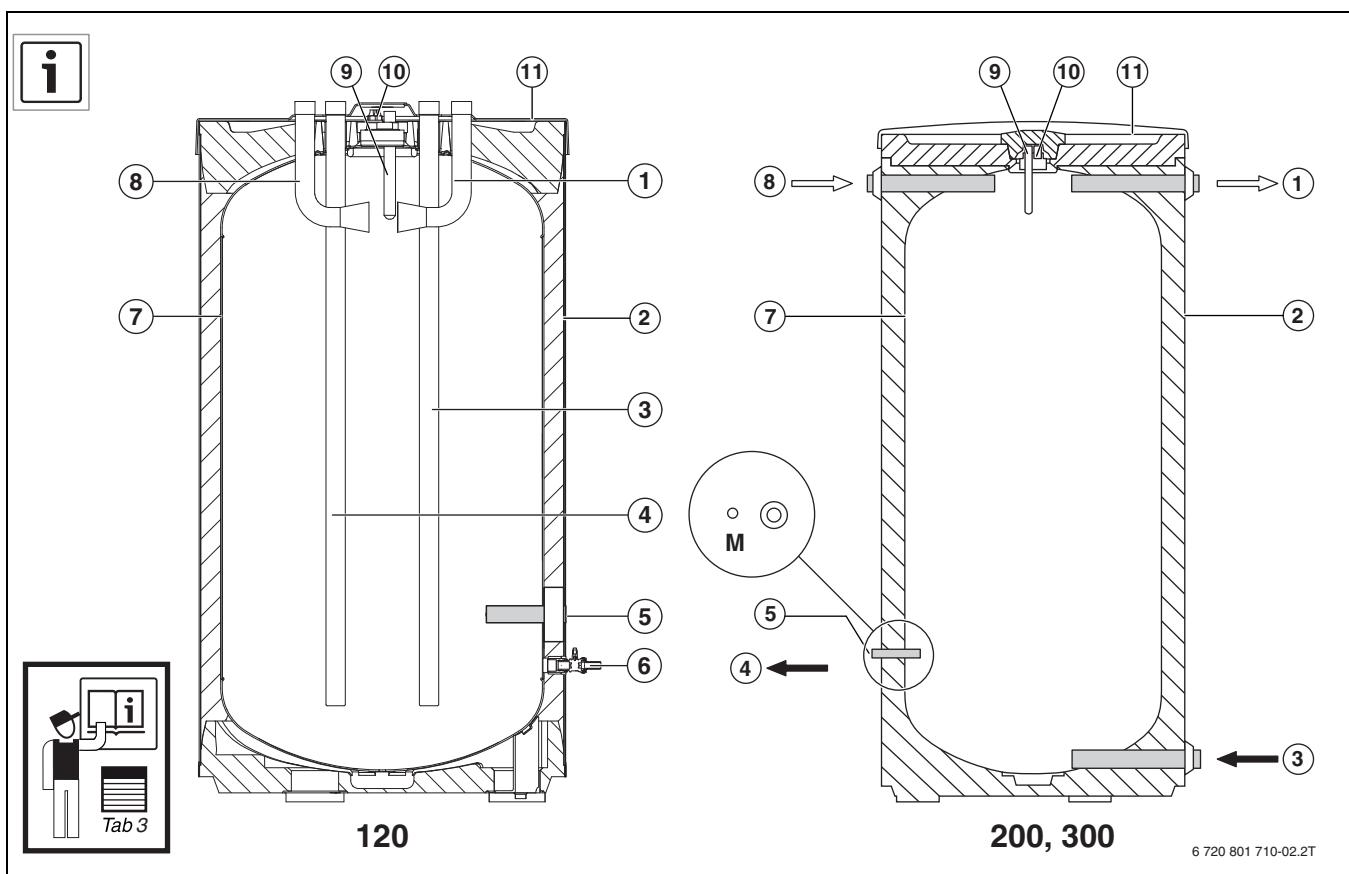

Fig. 2
- ▶ Avant la vidange du ballon, monter un robinet de vidange sur site sur le raccord inférieur (→ fig. 2, [3], page 11) (uniquement BST200-5Ehp, BST300-5Ehp)!
- ▶ Pendant le remplissage, ouvrir la purge sur la ballon (→ fig. 2, [10], page 11).
- ▶ Respecter les positions de la sonde (→ fig. 2, [5] et [9], page 11).
- Ouvrir la vanne de purge (→ fig. 2, [10], page 11).
- Vidanger **BST120-5Ehp** avec le robinet de vidange sur le ballon tampon (→ fig. 2, [6], page 11).